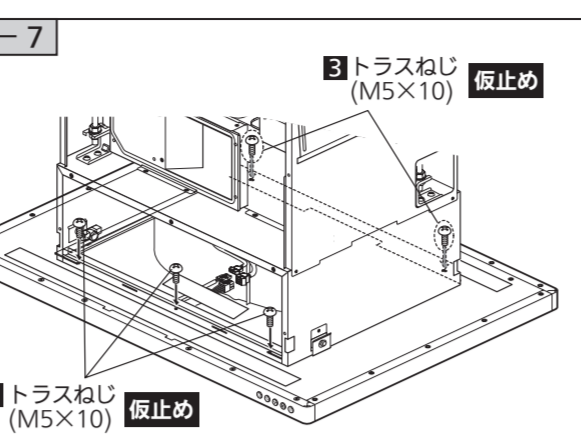

図4-7
- 切り欠きとねじ穴が合わない場合は、手順6の3) (図4-7)で仮止めたねじを調整し、穴位置を合わせてください。
## 10 手順6の3) (図4-7)で仮止めた前側3ヶ所、後側2ヶ所のトラスねじ(M5×10)をしっかりと締め付けます。(本締め)